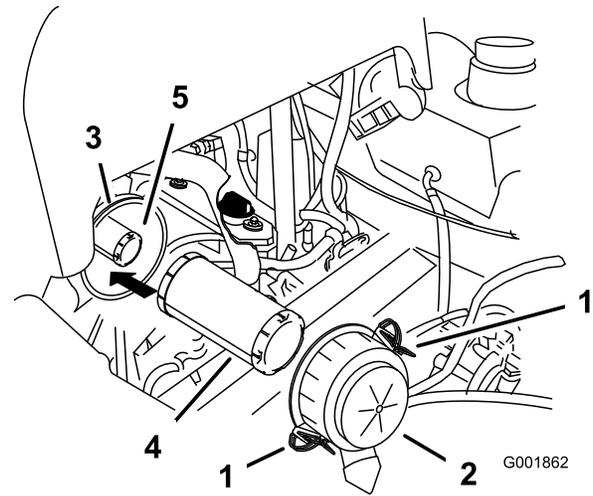

Figura 44
4. Abra los cierres del limpiador de aire y tire de la tapa del limpiador de aire para separarla de la carcasa del limpiador de aire (Figura 44).
6. Extraiga con cuidado el filtro primario del cuerpo del limpiador de aire (Figura 44). Evite golpear el filtro contra el lado de la carcasa.
1. No limpie el filtro de papel, cámbielo (Figura 44).